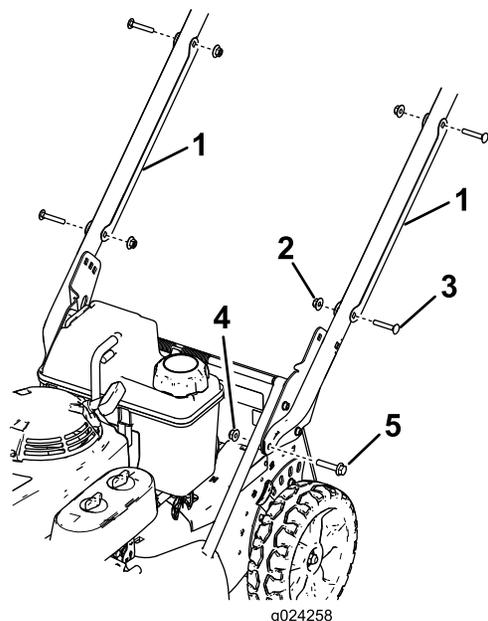

Figura 3
1. Retire los 2 pernos de cuello cuadrado y las 2 arandelas que sujetan el protector de cable al manillar, y retire el protector de cable del manillar (Figura 3)
2. Instale los extremos del manillar en la carcasa de corte con 2 pernos de cabeza hexagonal con arandela prensada (5/16" x 1 1/2") y 2 tuercas con arandela prensada (5/16"), según se muestra en Figura 3.
de cuello cuadrado y las 2 contratuercas que retiró anteriormente (Figura 3).